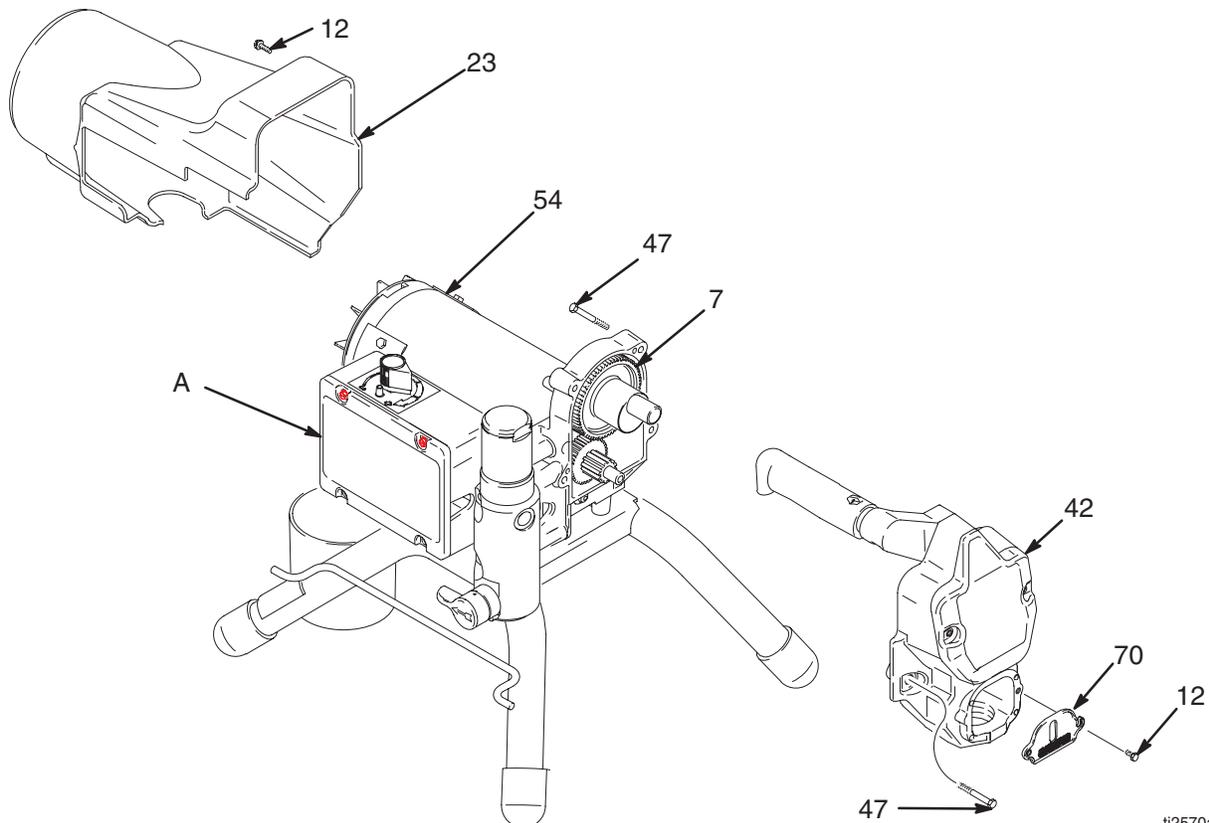

Fig. 8
- Enlever les deux vis (12) et le couvercle de la tige de pompe (70).
- Démonter la pompe (41); **Remplacement du bas de pompe, page 18.**
- Fig. 8. Enlever les deux vis (12) et le capotage (23).
- Enlever les deux vis avant (47).
- Enlever les deux vis arrière (47).
- Extraire le carter d'entraînement (42) du moteur (54).
- Fig. 8. Emboîter le carter d'entraînement (42) sur le moteur (54).
- Mettre les deux vis avant (47).
- Mettre les deux vis arrière (47).
- Fixer le capotage (23) à l'aide des deux vis (12).
- Monter la pompe (41); **Remplacement du bas de pompe, page 18.**
- Fixer le couvercle de la tige de pompe (70) avec deux vis (12).